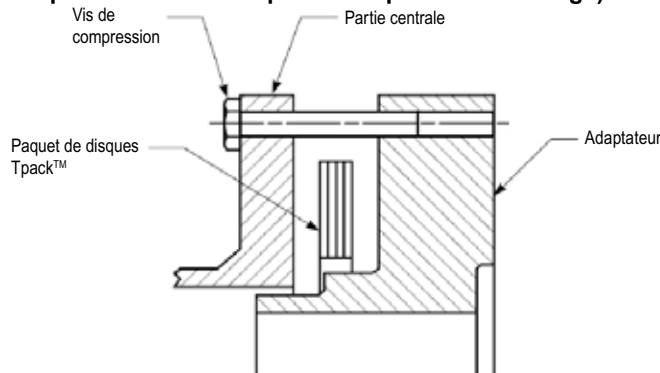

Figure 10 - Positionnement en compression.
9.3. Utilisez les vis de compression (fournies) comme défini dans le tableau 5 pour comprimer l'assemblage de la partie centrale en les insérant par les trous des brides du corps central et dans les trous coniques de l'adaptateur comme indiqué sur la figure 10.